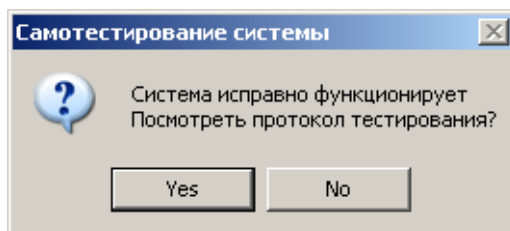

Рис. 20. Сообщение «Самотестирование системы»
3.4.3 Выбрать требуемые тесты и нажать кнопку «Тест». По завершению тестирования будет выведено сообщение. Пример сообщения об исправном функционировании показан на Рис. 20. Сообщение «Самотестирование системы».